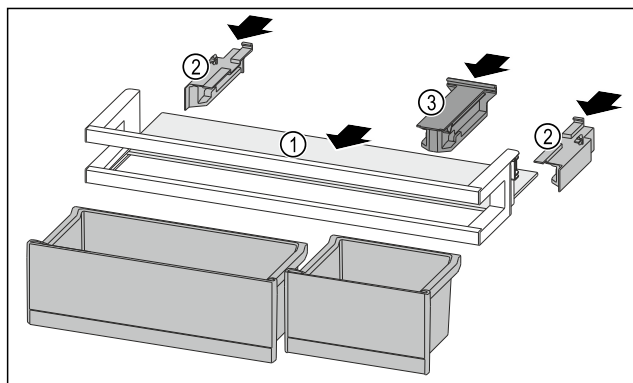

Fig. 226
- Odkládací plochu Fig. 226 (1) zasuněte do bočních vybrání.
- Boční díly Fig. 226 (2) vložte.
- Držák Fig. 226 (3) vložte.